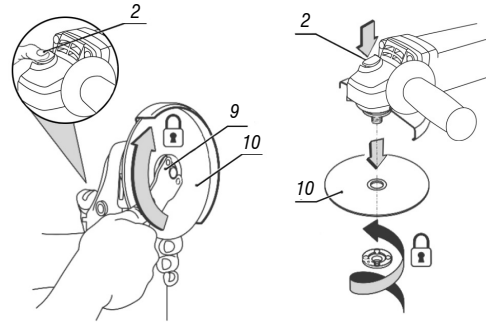

Fig. 7 – Substituição do disco
- b. Pressione o botão trava do eixo (2);
- c. Solte a porca com a chave (9);
- d. Retire o disco (10), Fig. 7;